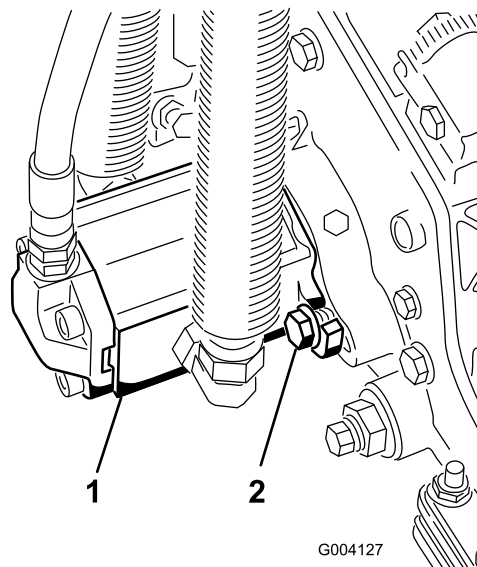

Figura 13
16. Instale o motor rodando-o no sentido dos ponteiros do relógio de forma a que as flanges do motor se afastem dos parafusos (Figura 13). Rode o motor no sentido